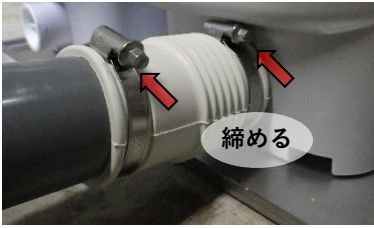

図 3
- (4) 浴槽など大排水量の器具を接続する場合は 1, 2 号機それぞれに分流して接続してください（図 3）。